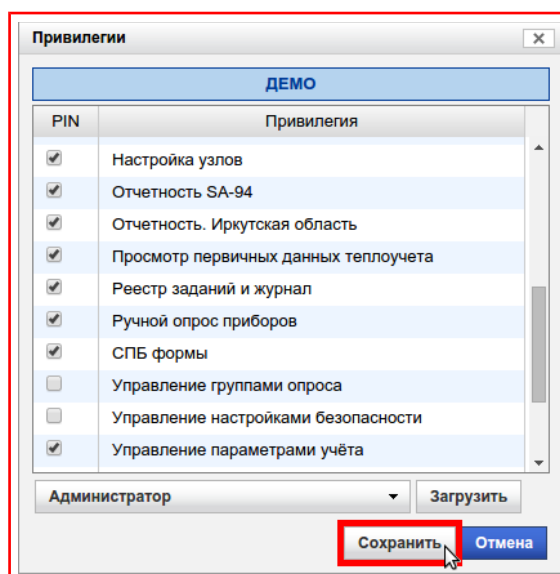

Рисунок 9.87 — Кнопка «Сохранить»
4) Нажать на кнопку **«Сохранить»**, рисунок 9.87.